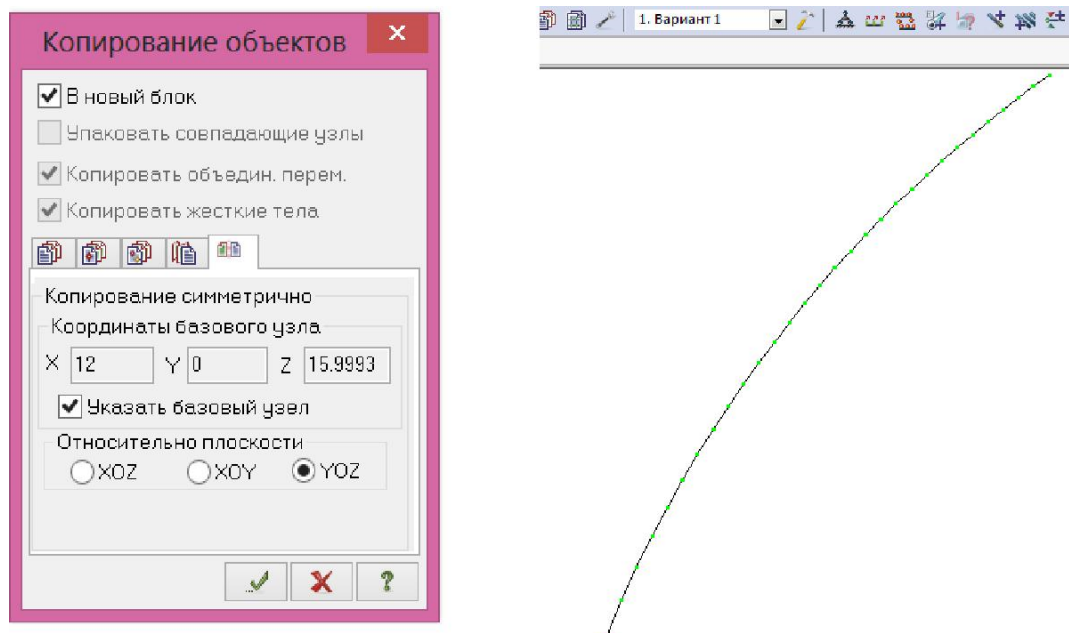

Рис. 3.7. Диалоговое окно Копирование выбранных объектов
Копирование симметрично и выполните копирование относительно плоскости YOZ и базового узла в вершине полуарки (рис. 3.7).
- С помощью пункта меню Схема  Связи (кнопка  на панели инструментов) вызовите диалоговое окно Связи в узлах (рис. 3.7). В этом окне с помощью установки флажков отметьте направления, по которым запрещены перемещения узлов (X, Z).